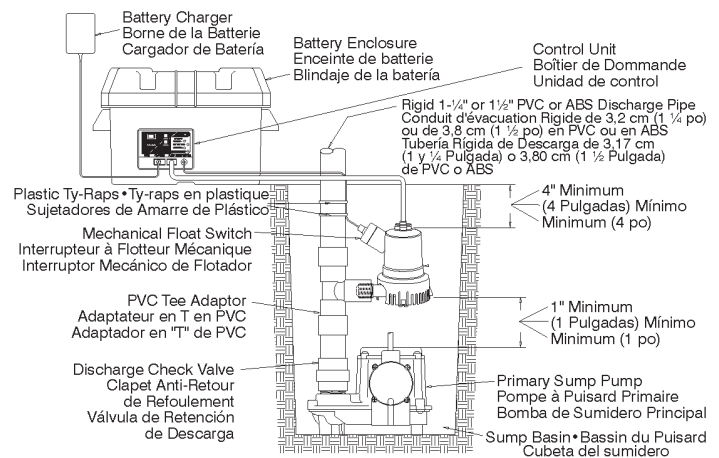

Figure 8
- Plug the backup pump and the float switch into the "PUMP" and "FLOAT SWITCH" sockets, respectively, on the front of the control unit. Insert the plug of the battery charger into the "CHARGER" socket of the control unit and plug the charger into a 115 VAC power outlet. On the control unit, the battery lights will indicate the status of the battery. If the battery is not fully charged, the "CHARGING" indicator light will turn on. This means that the battery charger is supplying a trickle charge to the battery. If the battery voltage is below 11 Volts DC, the "BATTERY LOW" indicator light and alarm system will activate and the battery charger will attempt to bring the battery to its fully charged state (reference item no. 5 in the Operation section of these instructions). Once the battery is fully charged, the "CHARGED" light will turn on. The complete backup sump pump installation, including the primary sump pump, is shown in Figure 8.
- Brancher le câble de la pompe auxiliaire et l'interrupteur à flotteur dans les bornes " PUMP " et " FLOAT SWITCH " respectivement, situées à l'avant du boîtier de commande. Brancher le câble du chargeur de batterie dans la borne " CHARGER " du boîtier de commande et brancher le chargeur dans une prise de courant de 115 volts c.a. Les voyants lumineux de la boîte de commande indiqueront l'état de la batterie. Si la batterie n'est pas complètement chargée, le voyant lumineux " CHARGING " s'allumera. Ceci signifie que le chargeur de batterie fournit une charge lente à la batterie. Si la tension de la batterie est sous les 11 volts c.c., le voyant lumineux " BATTERY LOW " s'allume, le système d'alarme se déclenche et le chargeur de batterie alimentera la batterie pour la recharger complètement (Référence n° 5 dans la section " Fonctionnement " de ce manuel). Lorsque la batterie est complètement chargée, le voyant lumineux " CHARGED " s'allume. L'installation complète de la pompe à puisard auxiliaire, incluant la pompe à puisard primaire, est illustrée à la Figure 8.